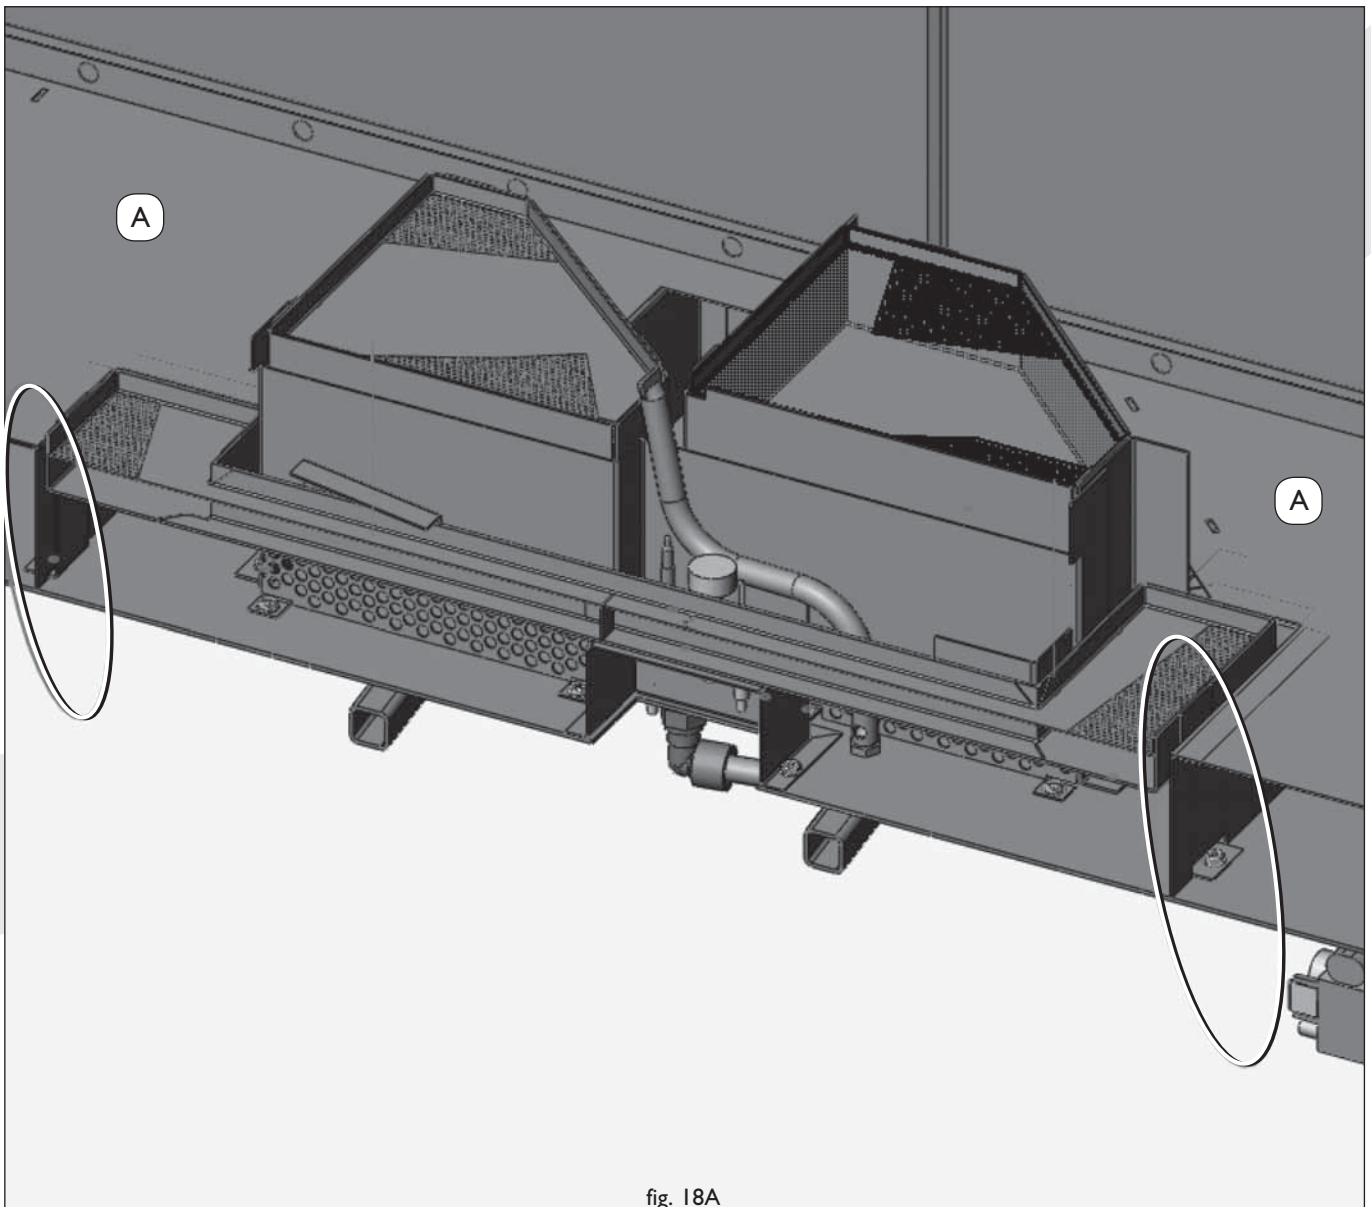

fig. 18A
- Controleer of de platen A nog op de plaats liggen zoals aangegeven in fig. 18A. Let op dat de uitkepingen van de platen over de parkers van de pootjes van de voorste brander zijn geschoven, zie omcirkelde in fig. 18A. Dit is belangrijk, anders past het geheel straks niet!